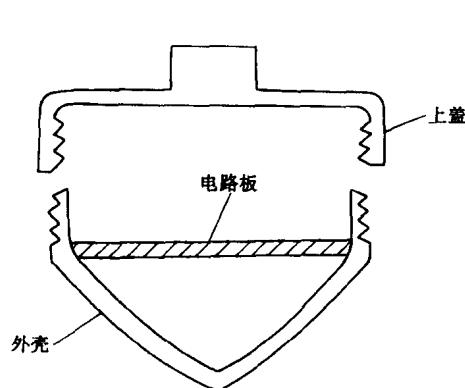

图 2-7
(7) 按照陀螺外壳的内部尺寸，用单面敷铜板制作一块圆形的电路板，要求其直径与陀螺外壳圆锥体和圆柱体结合部的内径相同，使其正好能放在陀螺外壳内而不会晃动（见图 2-7）。